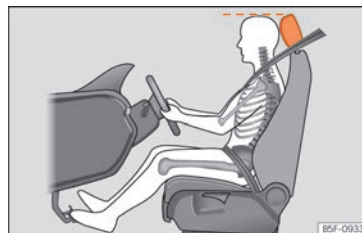

Fig. 86 Posición correcta del apoyacabezas del conductor.
- Ajuste longitudinalmente el asiento de forma que pueda pisar a fondo los pedales del freno, del embrague y del acelerador con las rodillas ligeramente dobladas » **fig. 86.**